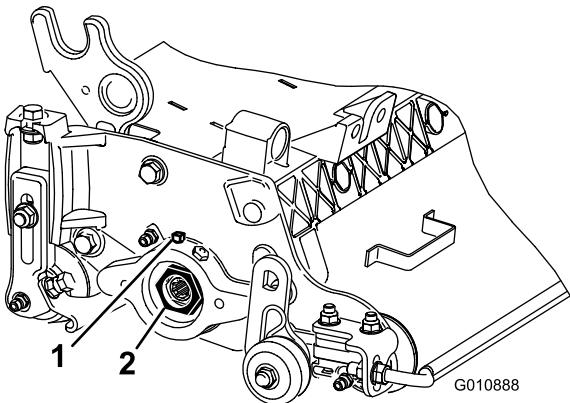

Figura 17
- A. Allentate la vite di fermo esterna che fissa il dado di regolazione dei cuscinetti all'alloggiamento dei cuscinetti sul lato sinistro dell'apparato di taglio (Figura 17).